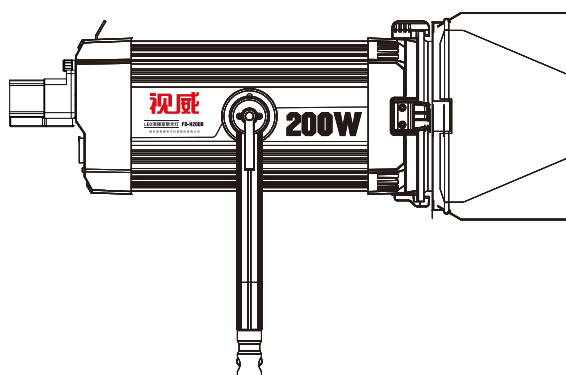
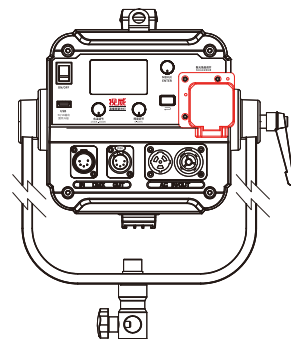

图7 FD-H200B侧面视图(电机调焦版)
图10 控制面板(改装后)
7) 对齐电机模块与控制面板上对应的电机安装螺丝孔位，使用M3*12规格的螺丝进行紧固，改装完成后的整机产品外观如图7、图10所示；